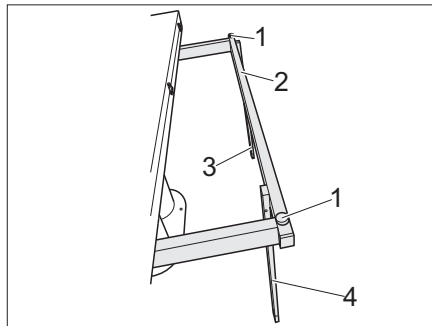

Fig. 108 Colocar los soportes en posición vertical
- Sacar la estructura inferior de la mesa (Fig. 108,2).
- Colocar los soportes (Fig. 108,3 y 4) en posición vertical.
- Ajustar la altura deseada del tablero de mesa con los dos tornillos (Fig. 108,1).